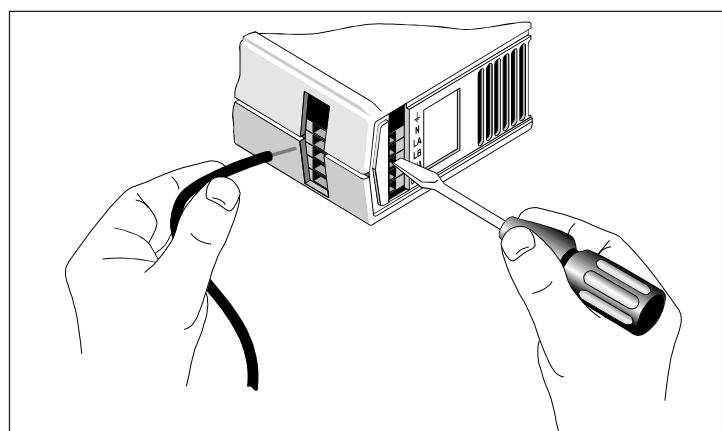

Fig. 1-2 Anslutning till plintar med klämfjädern.
2. Tryck in skruvmejselns blad till botten av manövreringen för klämfjäderanslutningen (se bild 1.2). Trycket från mejseln öppnar fjäderklämmen så att kabeln kan frigöras. Det rekommenderas att märka de olika ledarna så att man enkelt kan återansluta till rätt terminal.
3. Lossa på locket ovan anslutningsplintarna med en liten spärskruvmejsel (se bild 1.2).